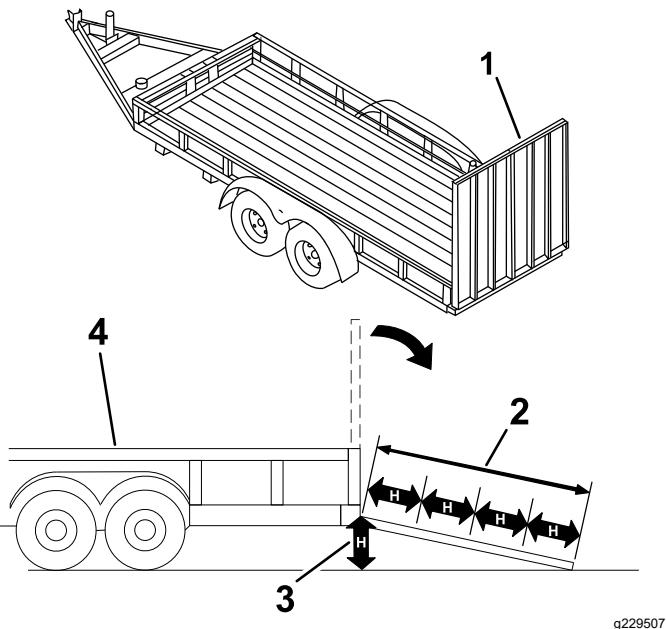

Figure 49
3. Abaissez la rampe pour que l'angle avec le sol ne dépasse pas 15 degrés (Figure 49).